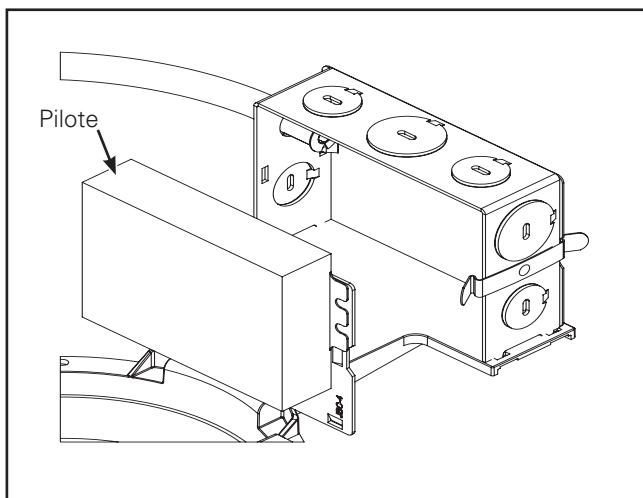

Figure 28.
2. Retirez l'assemblage du pilote et du couvercle de la boîte de jonction. (Figure 28).